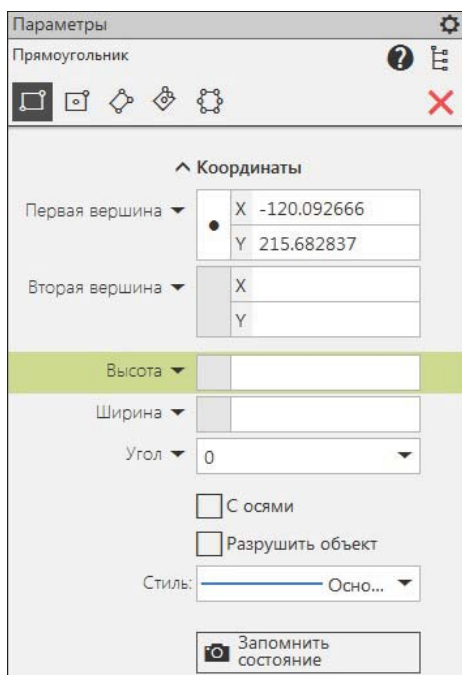

Рис. 6.2. Панель **Параметры: Прямоугольник**
- ◆ щелкните ЛК мыши по кнопке **Прямоугольник**. На панели **Параметры: Прямоугольник** (рис. 6.2) в **Заголовке** имеются все кнопки группы **Прямоугольник**, а также окна для ввода параметров: **Первая вершина**, **Вторая вершина**, **Высота**, **Ширина**, **С осями** и **Разрушить объект**;
сorum вы видите ярлык-подсказку с изменяющимися шириной и высотой будущего прямоугольника и его фантом. На панели **Параметры: Прямоугольник** (рис. 6.2) выделено поле ввода предопределенного параметра **Высота**. Вторым предопределенным параметром — **Ширина**;